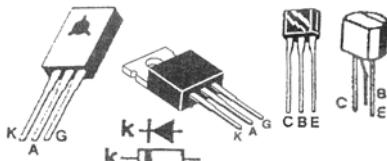

Рис.3 Цоколевка радиоэлементов
- особое внимание уделите правильности установки транзисторов, тиристоров, электролитических конденсаторов, диодов (цоколевка некоторых элементов показана на рис.3).